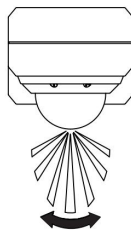
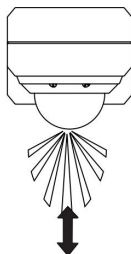

Figure 1B
Figure 1C
• La zone de surveillance du détecteur de mouvement peut varier légèrement en fonction de la hauteur et de l'emplacement de montage, ainsi que de la température ambiante. Avant de choisir où installer le détecteur de mouvement, gardez à l'esprit que le capteur réagit de manière plus sensible aux mouvements qui traversent la zone surveillée (voir fig. 1B), qu'aux mouvements qui se dirigent directement vers elle ou s'en éloignent (voir fig. 1C) .